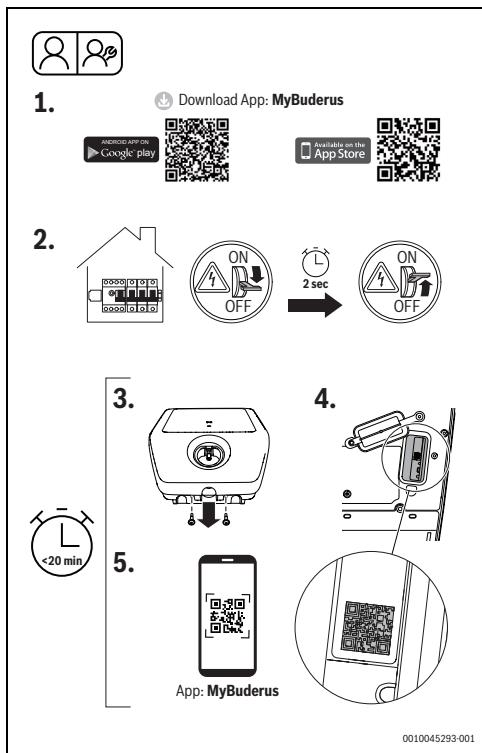

Fig. 91 MyBuderus
- ▶ Couper l'alimentation électrique du Logavolt sur le tableau électrique, puis la rallumer après environ deux secondes (Fig. 91, page 85, étape [2]).
- ▶ Dévisser les deux vis du cache (Fig. 91, étape [3]).